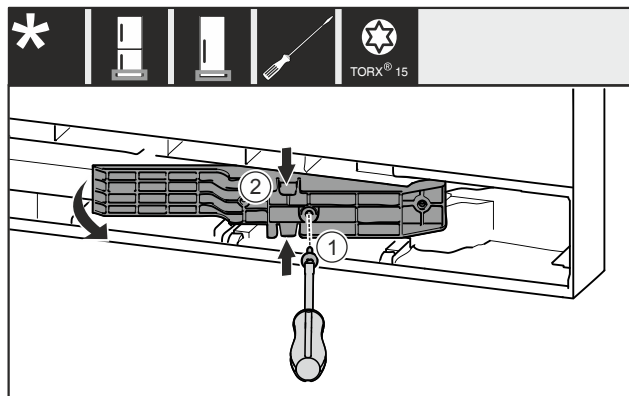

Fig. 22 *
- Retirer la vis Fig. 22 (1)*
- Compresser légèrement l'adaptateur Fig. 22 (2) par le haut et le bas et le retirer.*